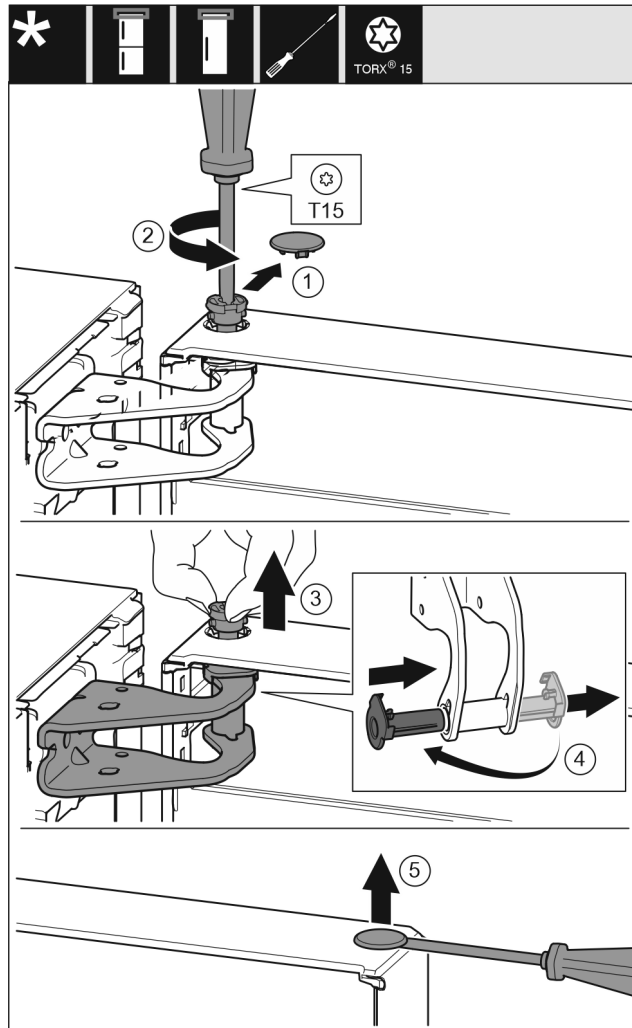

Fig. 9
- ▶ Обережно зніміть запобіжну кришку. Fig. 9 (1)
- ▶ Трохи викрутіть гвинт за допомогою викрутки T15. Fig. 9 (2)
- ▶ Притримуйте дверцята і витягніть палець руками. Fig. 9 (3)
- ▶ Витягніть із напрямної опорну втулку. Встановіть і зафіксуйте з іншого боку. Fig. 9 (4)
- ▶ За допомогою шліцевої викрутки обережно підніміть пробку із опорного втулка дверцят та витягніть її. Fig. 9 (5)